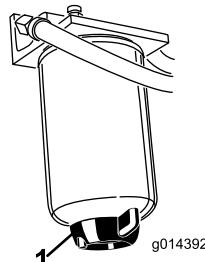

Figura 35
Spurgate ogni giorno l'acqua e altre sostanze contaminanti dal separatore di condensa (Figura 35).
2. Allentate il tappo di spurgo situato nella parte inferiore della scatola del filtro (Figura 35).